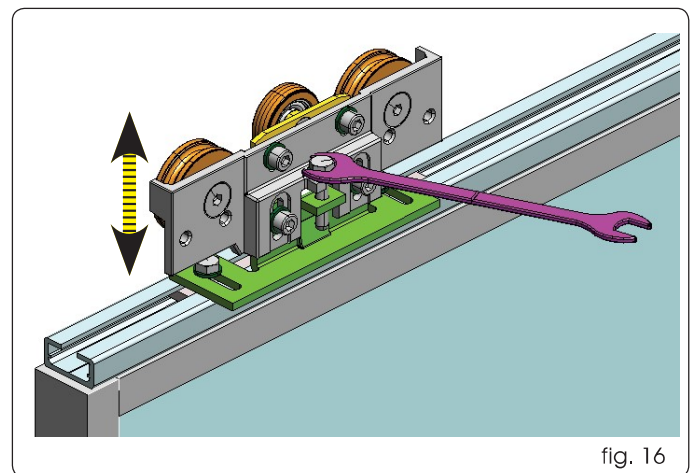

fig. 16
- Agir sur la vis (fig. 16) en sens horaire pour soulever les vantaux ou en sens inverse horaire pour abaisser les vantaux.